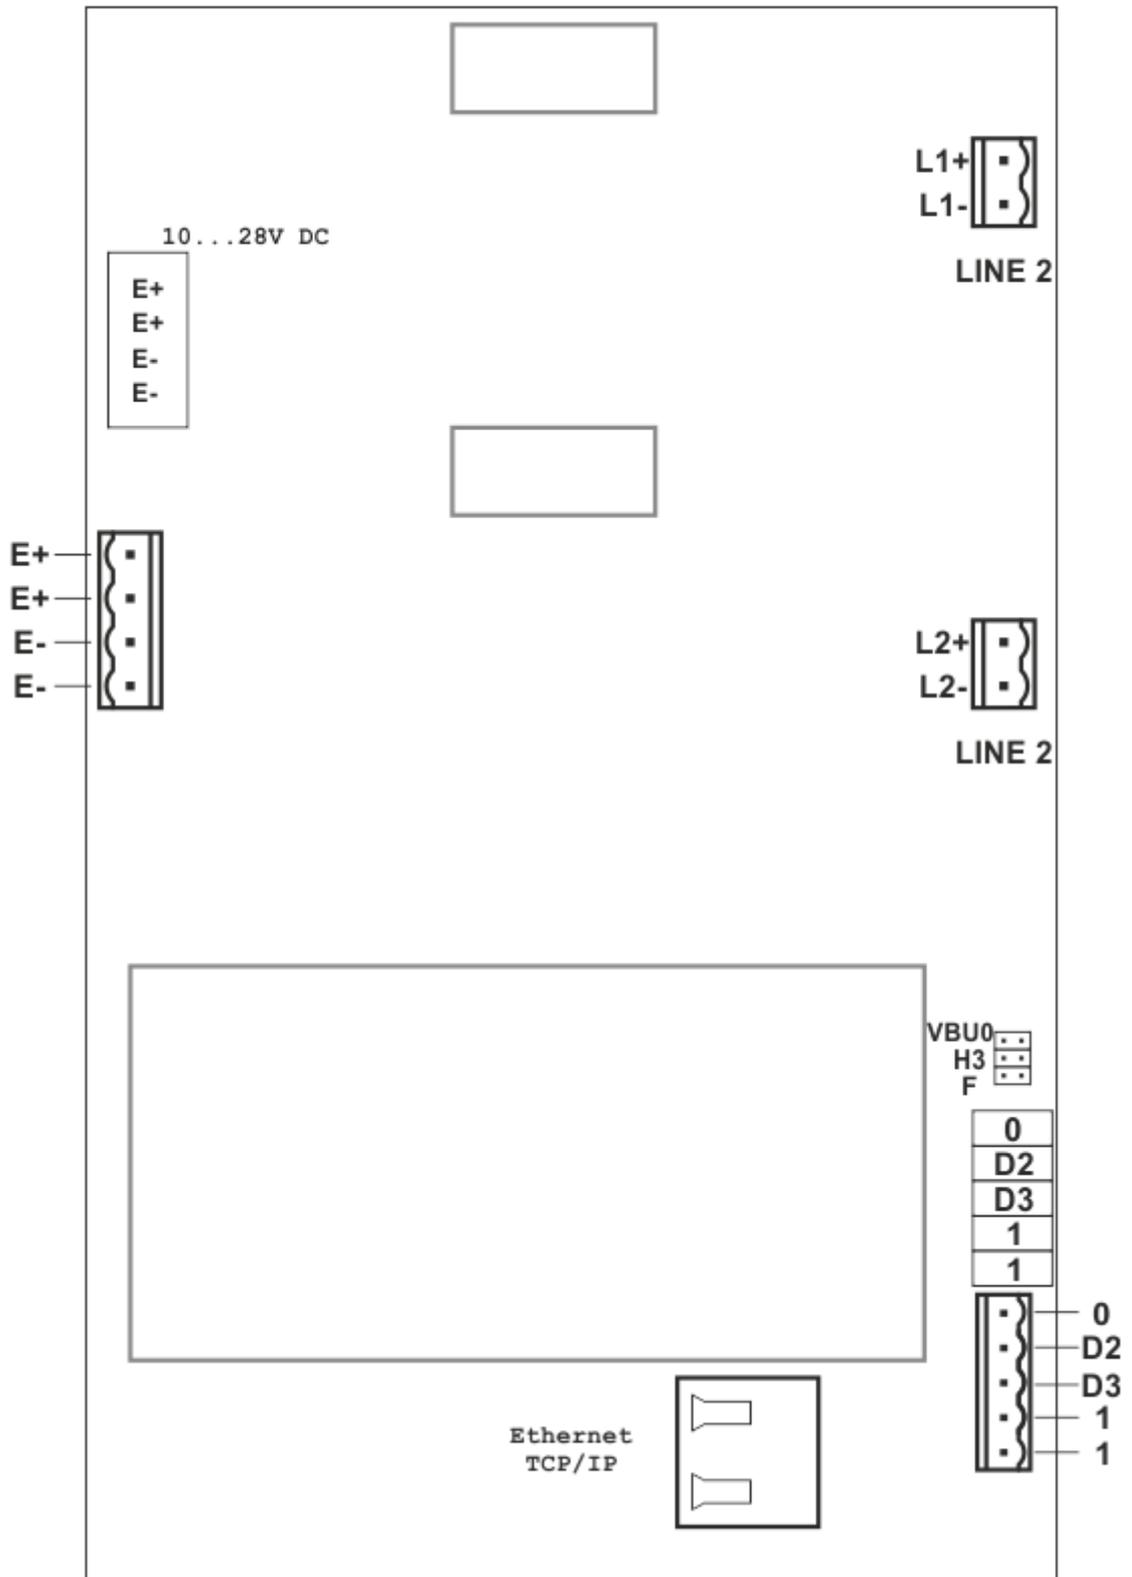

Рис. 3.1.
3.1. Расположение выводов **БПОС101-2М** представлено на рис.3.1.